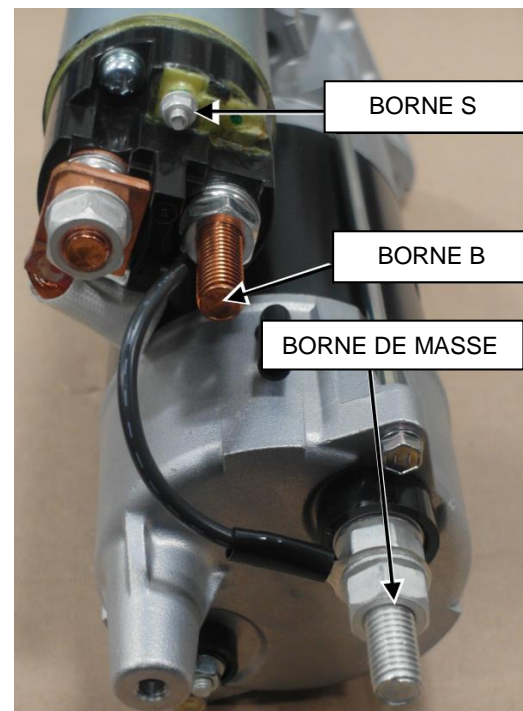
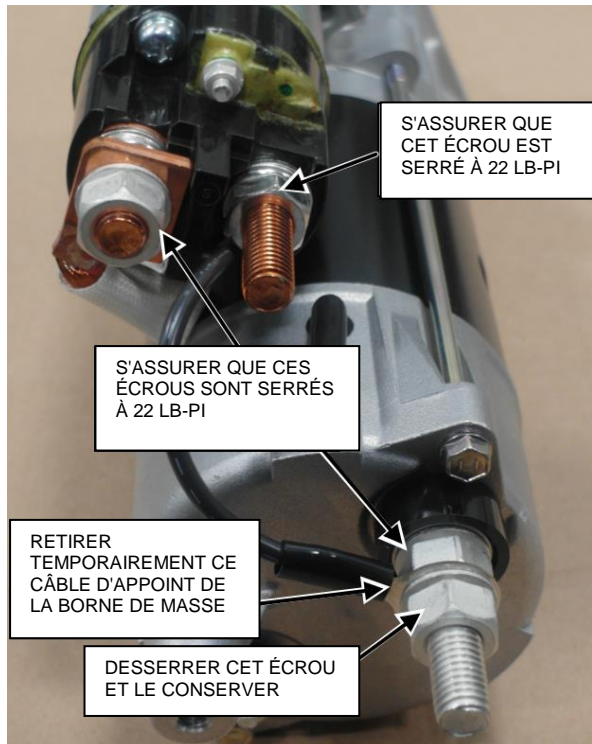

FIGURE 4 : IDENTIFICATION DES BORNES
FIGURE 5
1. Si l'ancien démarreur est remplacé par un neuf, préparer le nouveau démarreur en suivant les étapes suivantes (se référer à la FIGURE 5).
- a) Retirer le deuxième écrou de la borne de masse (FIGURE 5) et le conserver.
- b) Retirer le câble d'appoint branché à la borne de masse (FIGURE 5).
- c) S'assurer que les trois écrous identifiés sur la FIGURE 5 sont serrés à un couple de **22 lb-pi**.
7. Brancher le circuit **101** à la borne **B** (FIGURE 4 et FIGURE 5). Aligner le câble du circuit **101** avec la base de montage d'attache en nylon sur le démarreur.
9. Si ce n'est pas déjà fait, retirer l'écrou et la rondelle fournis avec le tout nouvel alternateur sur la borne **S** (FIGURE 4).